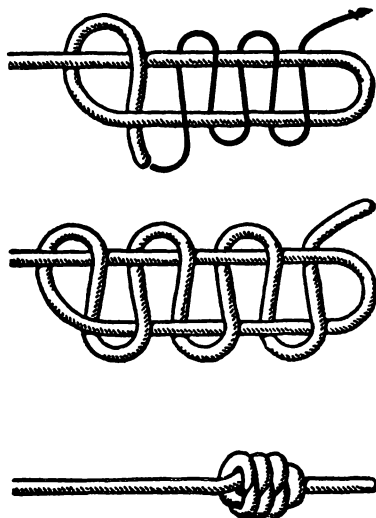

Рис. 7 Многократная восьмерка
**Многократная восьмерка** (рис. 7). Представьте себе, что вам необходимо обвязать веревкой большую картонную коробку, тюк или старый чемодан. Сделав это, вы обнаружили, что полтора метра веревки остались неиспользованными. Обвязав ходовой конец веревки вокруг той ее части, за которую вам предстоит нести этот груз, многократной восьмеркой вы не только укоротите веревку, но и сделаете удобную ручку для этой ноши.